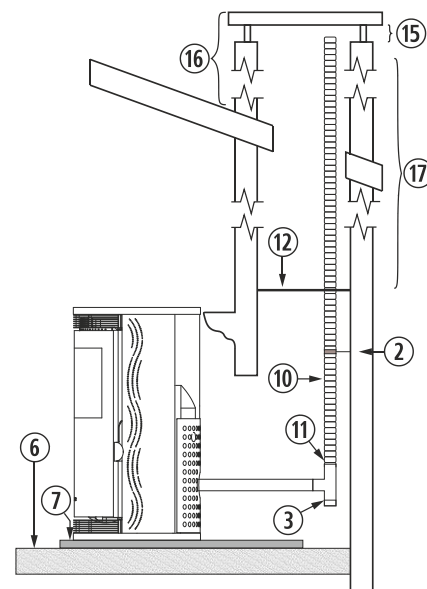

Figura 16
4.30. La instalación de un encastrable en una chimenea de obra se puede realizar en toda su totalidad en tubo flexible, tal y como indica la figura 16. Debemos tener especial cuidado a la hora de realizar el aislamiento entre la chimenea y el tubo de la salida de gases para evitar posibles retrocesos de gases en caso de tormenta.
②	Abrazadera de sujeción de acero inoxidable.
③	Te de 90° con registro.
⑥	Suelo de madera.
⑦	Protector del suelo no combustible.
⑩	Tubo flexible de acero inoxidable.
⑪	Manguito unión rígido a flexible.
⑫	Aislante anti retroceso.
⑮	Mínimo 200mm.
⑯	Debe sobrepasar 1 metro el tejado.
⑰	Mayor a 8m aumentaremos una medida.